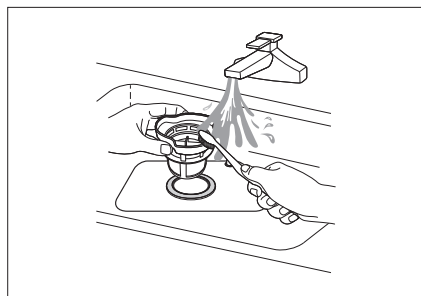

Fig. 20
- Rincez les filtres à l'eau courante et nettoyez-les soigneusement avec une brosse (voir **fig. 20**). Après chaque lavage, vérifiez si de gros résidus obstruent le filtre et enlevez-les immédiatement.